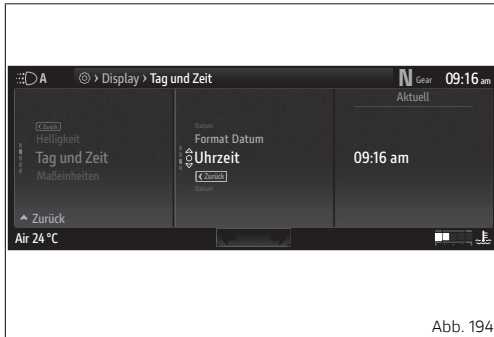

Abb. 194
- Die Angabe „Uhrzeit ändern“ (Abb. 194 S.239) markieren, dann die Taste ○ drücken.